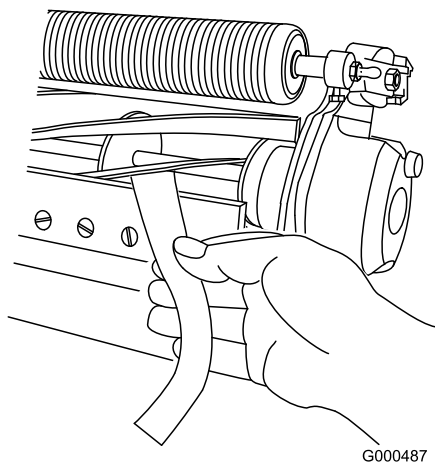

Рисунок 5
В. Чтобы проверить качество среза, вставьте длинную полоску специальной бумаги между барабаном и неподвижным ножом перпендикулярно неподвижному ножу (Рисунок 5), затем **медленно** вращайте барабан вперед; при этом бумага должна разрезаться; в ином случае повторяйте пункты **А** и **В** до тех пор, пока бумага не начнет разрезаться.
- Вставьте длинную полоску специальной бумаги для проверки среза между барабаном и неподвижным ножом перпендикулярно неподвижному ножу (Рисунок 5), затем **медленно** поворачивайте барабан вперед; при этом бумага должна разрезаться; в ином случае поверните каждый регулировочный болт неподвижного ножа по часовой стрелке на один щелчок и повторите действия, описанные в этом пункте, пока барабан не начнет резать бумагу.